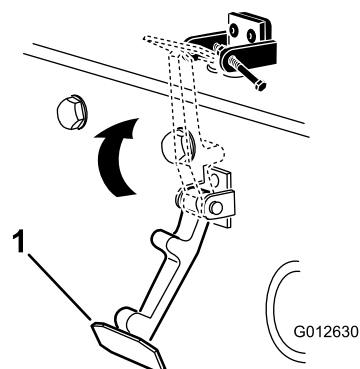

Figura 7
6. Agganciate il fermaglio sulla relativa staffa (Figura 7).